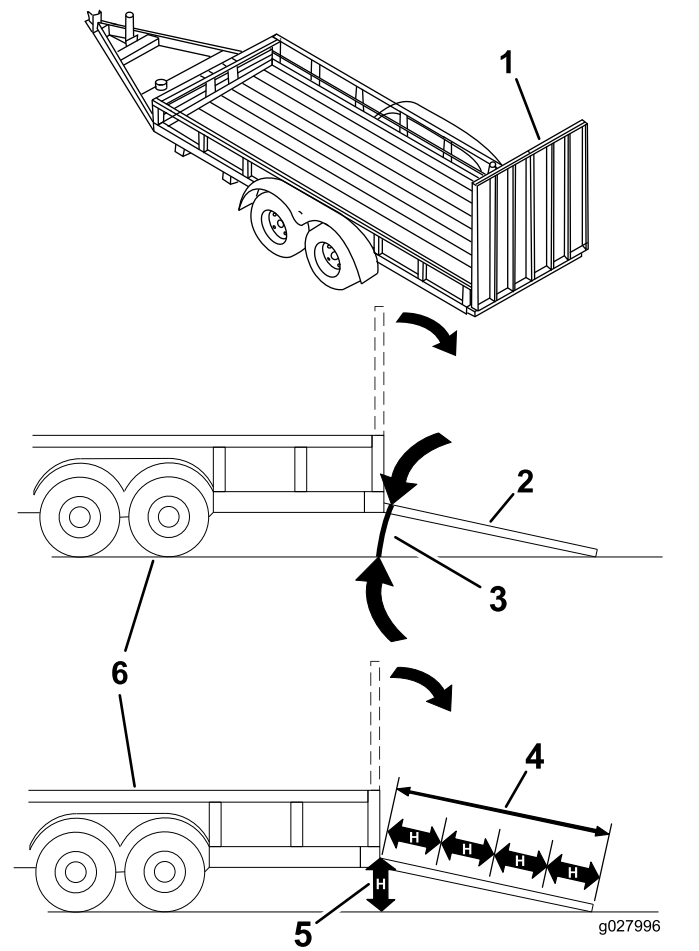

Bild 35
Das Laden einer Maschine auf einen Anhänger oder einen Lastwagen erhöht die Umkipppgefahr und könnte schwere oder tödliche Verletzungen verursachen (**Bild 35**).
3. Senken Sie die Rampe ab und stellen Sie sicher, dass der Winkel zwischen der Rampe und dem Boden höchstens 15 Grad beträgt (Bild 35).
1. Senken Sie die Rampe ab und stellen Sie sicher, dass der Winkel zwischen der Rampe und dem Boden höchstens 15 Grad beträgt (Bild 35).